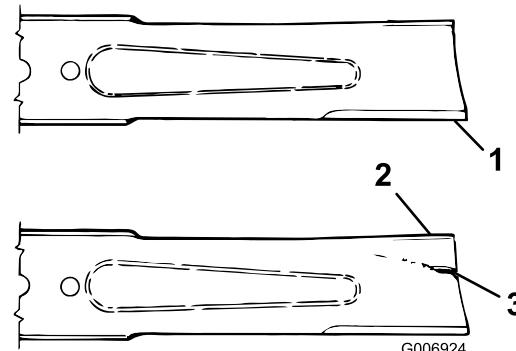

Figure 69
3. Examinez attentivement les tranchants de la lame, particulièrement au point de rencontre de la partie plane et de l'ailette (Figure 69).
4. Remplacez la lame si elle est usée (Figure 69) ; voir Entretien du plan de la lame \(page 62\).
**Si la lame est trop usée, une entaille se forme entre l'ailette et la partie plane (Figure 69). La lame peut alors se briser et un morceau être projeté du dessous de la machine, vous blessant gravement ou une personne à proximité.**